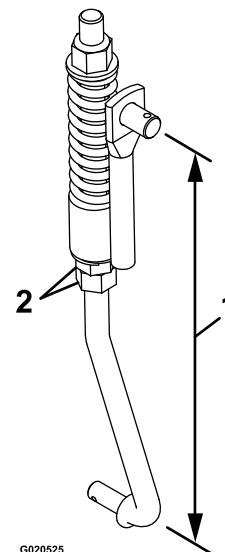

Figure 56
8. Réglez la longueur de la tringlerie à l'aide des 2 écrous situés au bas de l'ensemble ressort vertical (Figure 56).